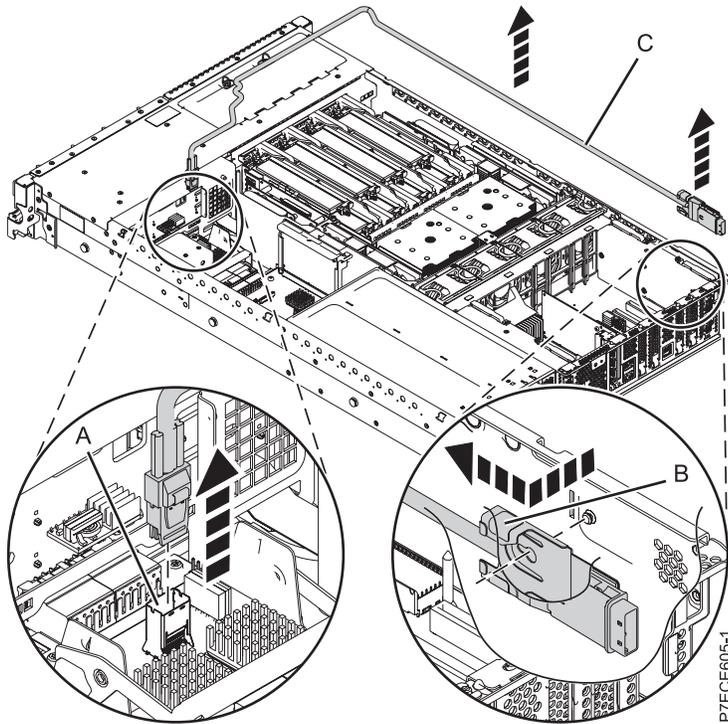

Figure 28. Retrait du port SAS externe
- 1) Appuyez sur le taquet latéral (**B**) et retirez le blindage SAS du port de connexion SAS externe sur le fond de panier de l'unité de disque. Voir figure 28, à la page 44.